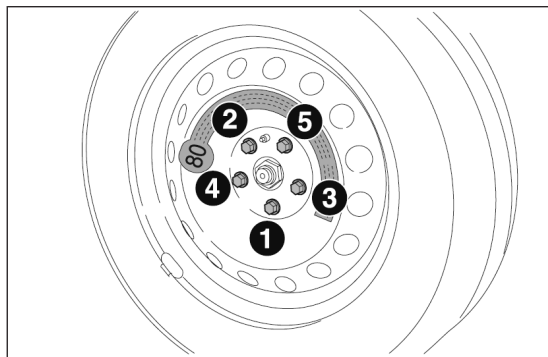

fig. 37
- en utilisant la clé A, visser à fond les goujons, en passant alternativement d'un goujon à celui diamétralement opposé, en suivant l'ordre numérique illustré en fig. 37 ;